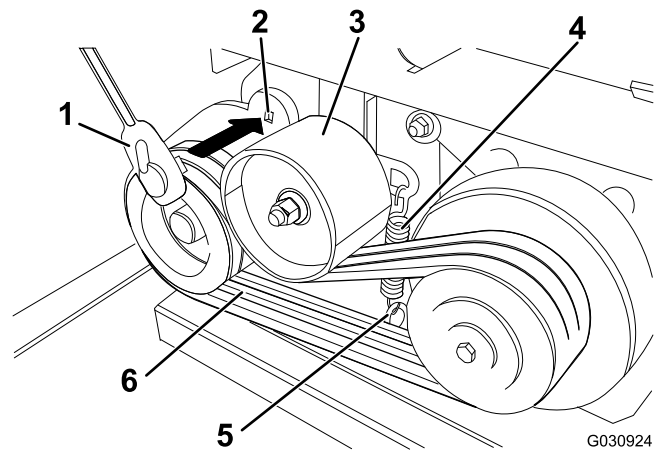

Bild 54
2. Prüfen Sie den Zustand des Riemens (Bild 54).
- B. Setzen Sie einen Sechskantschlüssel in das rechteckige Loch im Spannarm ein und drehen ihn nach oben (Bild 54).